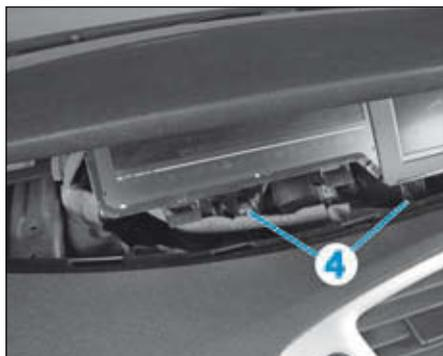

FIG.19
- les vis de maintien (4) du combiné (Fig.19).